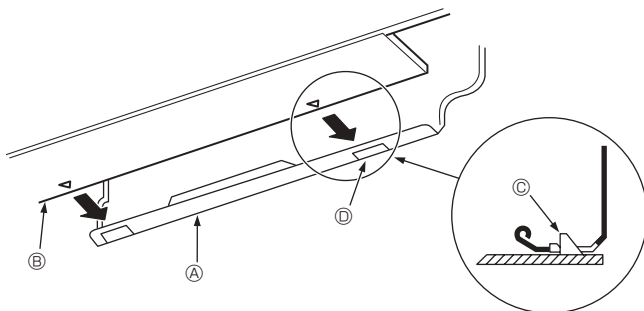

Fig. 3-10
3. Inserendo il tubo del refrigerante e il tubo di drenaggio nel foro a muro (manicotto di penetrazione), appendere la parte superiore dell'unità interna alla piastra di montaggio ①.
5. Premere la parte inferiore dell'unità interna sulla piastra di montaggio ① e bloccarla in posizione. (Fig. 3-10)
* Controllare che le maniglie sulla parte inferiore dell'unità interna siano agganciate saldamente alla piastra di montaggio ①.